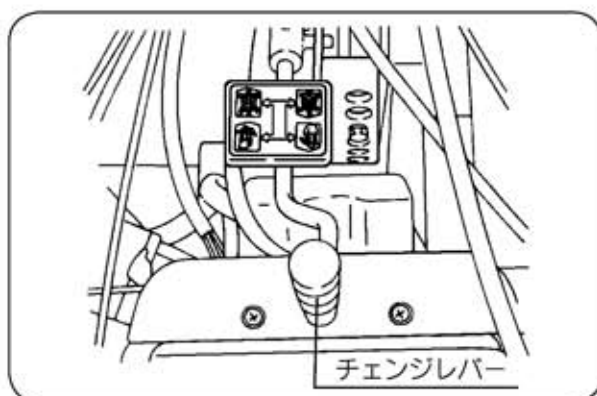

図19
①低速の「前進後進」（低速）のチェンジの切替は主クラッチを切らなくても切替操作が出来ます。（図19）